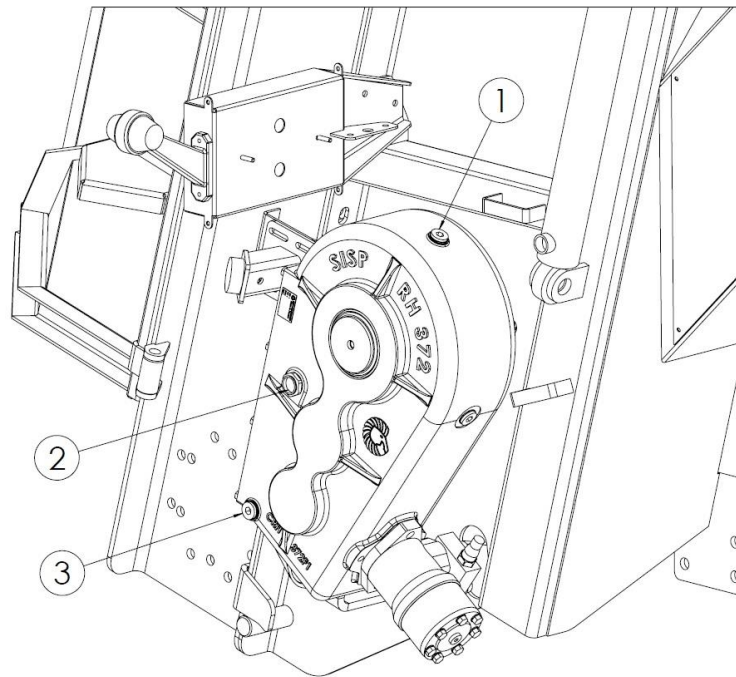

Рисунок 21. Точки контроля уровня масла редуктора напольного конвейера.
Для слива масла из редуктора (рис. 21, 22) необходимо открутить сливные пробки (3). Через заливное отверстие (1) заливаете новое масло в редуктор до тех пор, пока оно не появится в контрольном глазке (2). Правильный уровень масла достигается тогда, когда масло видно посередине контрольного глазка.